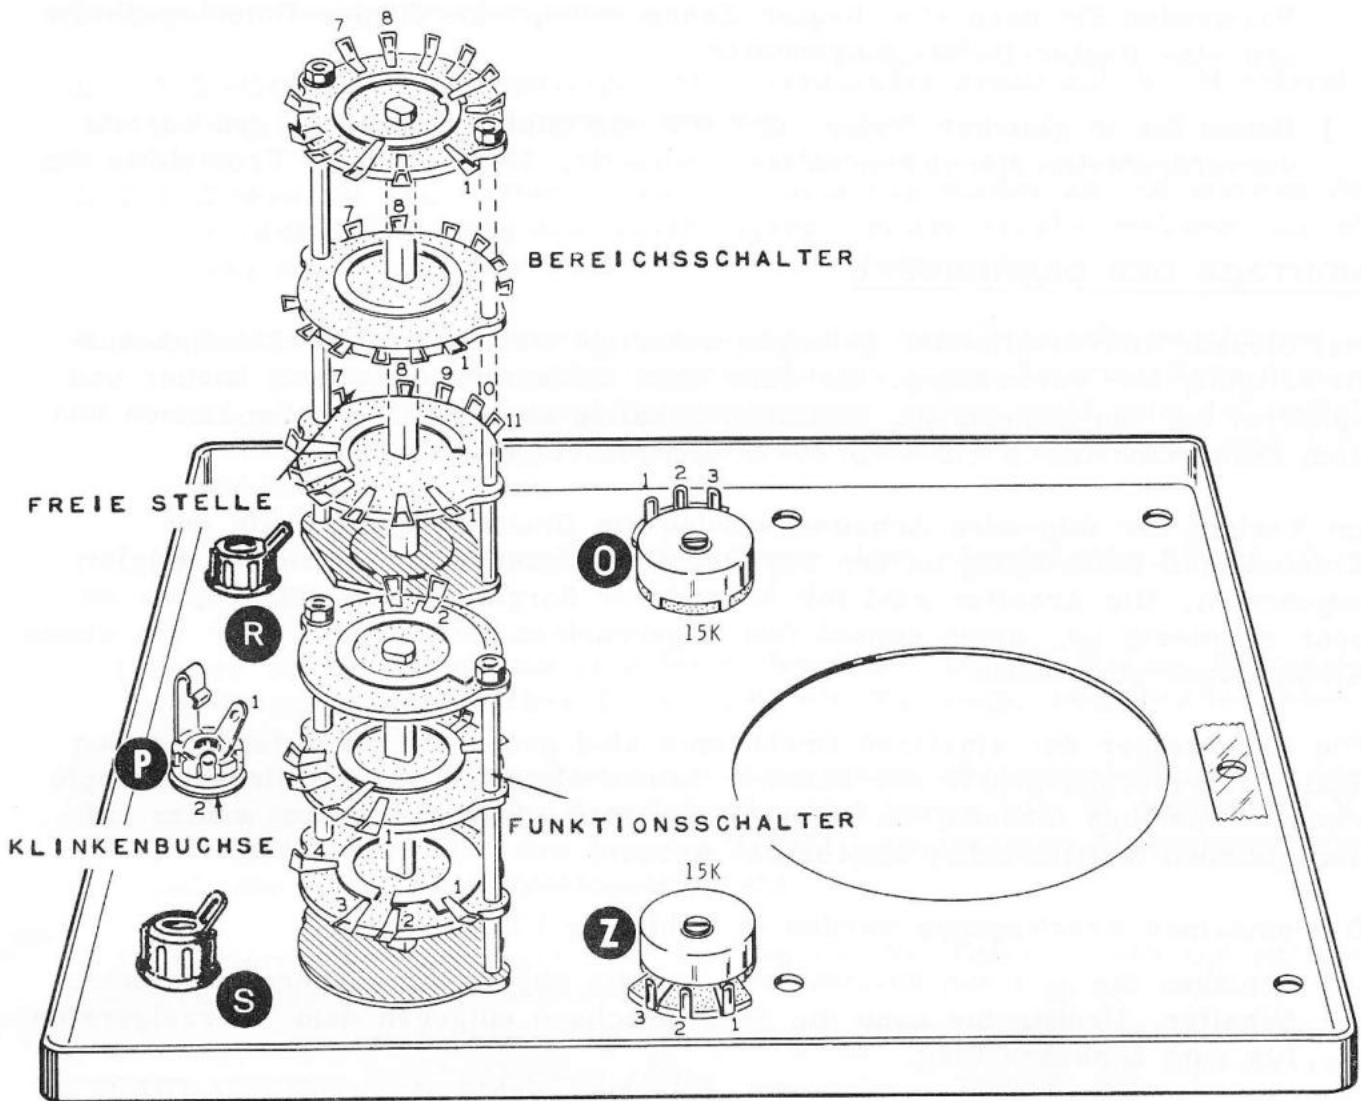

BILD 1
- () Bauen Sie den Funktionsschalter (Teile-Nr. 63-501) in die Frontplatte ein. Achten Sie auf die aus Bild 1 (Seite 21) ersichtliche Lage des Schalters. Verwenden Sie dazu eine Regler-Zahnscheibe, eine Regler-Unterlegscheibe und eine Regler-Befestigungsmutter.